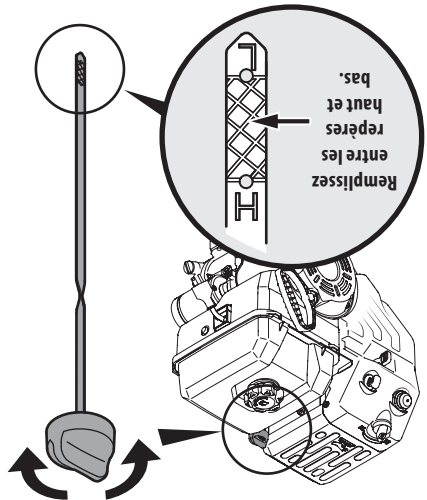

Figure 3-2
4. Desserrez et enlevez le capuchon/jauge de la goulotte de remplissage de l'huile. Prenez note de le niveau de l'huile, si le niveau d'huile est en bas de le repère bas (L), ajoutez lentement de l'huile jusqu'à ce que le niveau se trouve à le repère haut (H). Voir la Figure 3-2 ou 3-3, selon celui qui s'applique.
Maintenir le niveau d'huile entre les repères haut (H) et bas (L) de la jauge à huile ou à la limite de débordement dans le cas d'un moteur sans jauge à huile. Voir la Figure 3-2.
Enlevez le capuchon de remplissage de l'huile et essuyez la jauge à huile. Voir la Fig. 3-2.
Enlevez le capuchon de remplissage de l'huile et essuyez la jauge à huile. Voir la Figure 3-2.